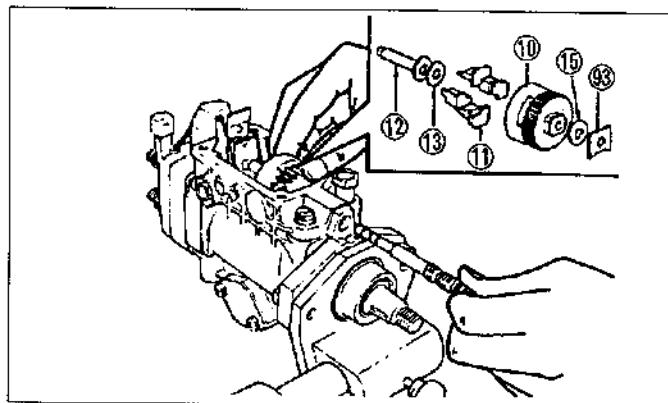

Figura.12-9 Extracción del contrapeso
(2) Extraiga el soporte del contrapeso ⑩ junto con los contrapesos ⑪, arandela de empuje de contrapeso ⑬ y manguito del regulador ⑫, y extraiga la arandela del contrapeso ⑯ con la arandela de ajuste ⑯. (Vea la figura.12-9)